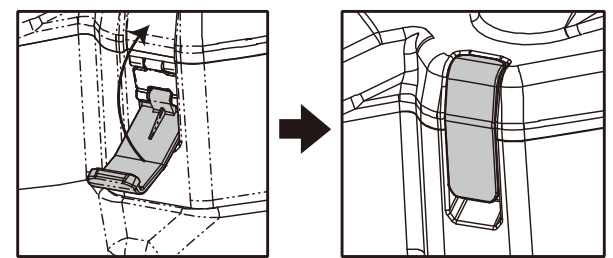

Abb. 8
4.4.3.7 Drücken Sie die obere Abdeckung nach unten und schließen Sie den Verschluss fest, wie in Abbildung 8 dargestellt.